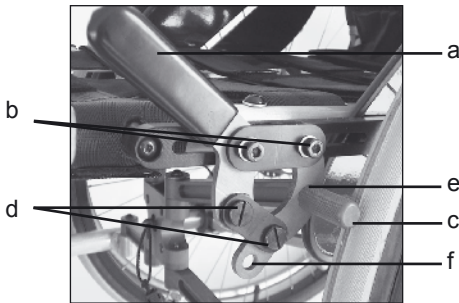

Bild 24
Einstellungen an der Bremse (*Bild 24 a*) können aus verschiedenen Gründen erforderlich werden:
1. Lösen Sie die Befestigungsschrauben (*Bild 24 b*), mit denen die Bremse auf der Bremshalteschiene fixiert ist
2. Positionieren Sie die geöffnete Bremse so, dass zwischen Bremsbolzen (*Bild 24 c*) und Reifen ein Abstand von 3 mm bis max. 4 mm ist
Die Betätigungskraft des Bremshebels kann mit Hilfe der Gelenkschrauben (*Bild 24 d*) justiert werden. Benutzen Sie dazu einen Schraubendreher und einen Gabelschlüssel SW 8 mm. Ölen Sie die Gelenkpunkte der Bremse in regelmäßigen Abständen.
Bei der Standardeinstellung ist der Bremsbolzen in Position (*Bild 24 e*) montiert. Eine Montage des Bremsbolzens in Position (*Bild 24 f*) kann nach der Verstellung der Antriebsräder notwendig werden. Wenden Sie sich hierzu an Ihren Rehafachhandel oder die Firma PRO ACTIV.